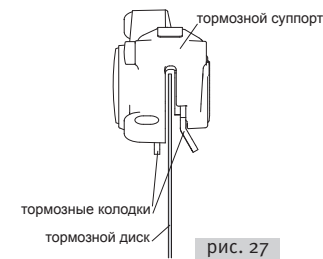

рис. 27
- 3.10.2. Используя визуальные методы контроля, установите калипер дискового тормоза таким образом, чтобы тормозная поверхность колодок была строго параллельна плоскости тормозного диска (рис. 27), зафиксируйте калипер болтами (5-8 Н/м).